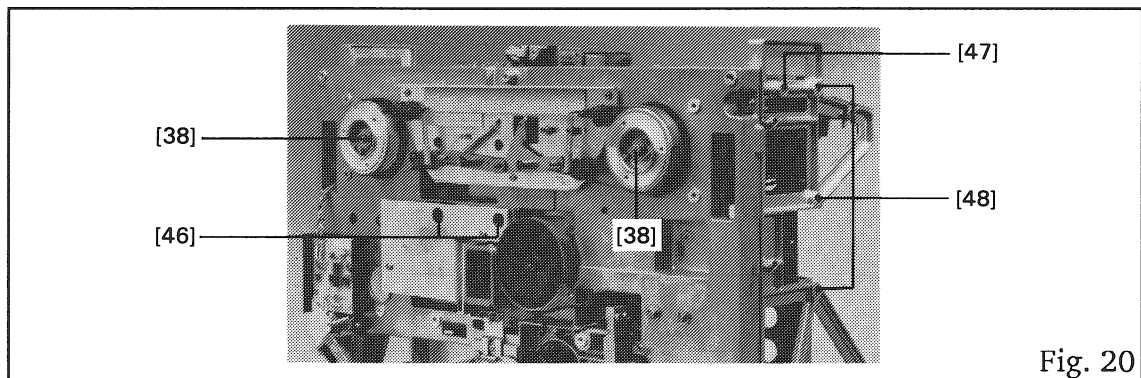

Fig. 20
- An beiden Bremstrommeln die zentrale Schraube [38] (Fig.20) lösen. Durch Druck auf den Bremsmagneten die Bremsbänder lüften und die Bremstrommeln mit Mitnehmerscheiben vorsichtig abheben.